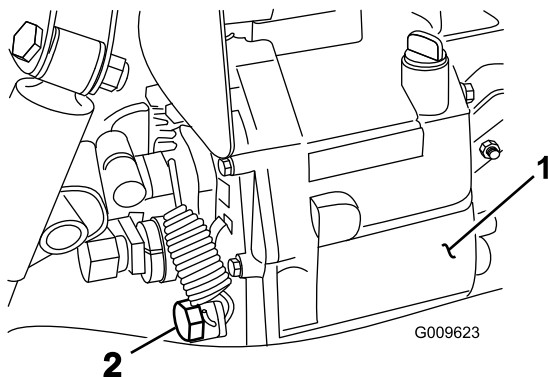

Figura 76
2. Retire o bujão de escoamento da parte lateral do reservatório e deixe o fluido hidráulico escorrer para o recipiente (Figura 76).